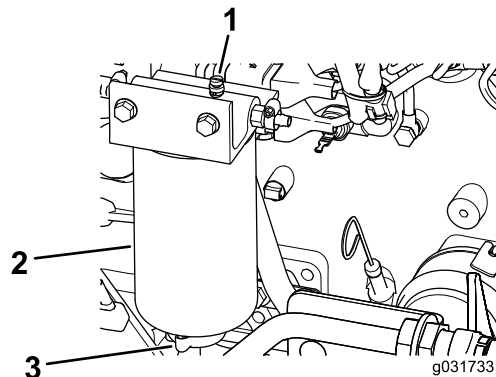

図 98
2. フィルタ容器 図 98 下部のドレンプラグをゆるめて水や異物を流し出す。
2. ベントプラグをゆるめ、ドレンバルブを開いて、少量の燃料を排出する 図 98。